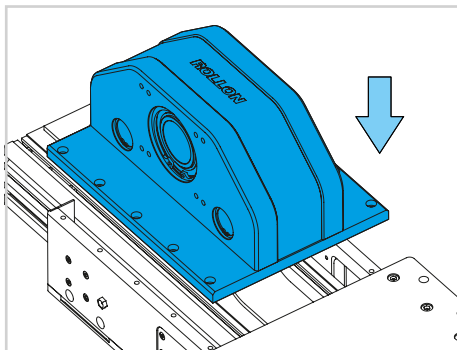

Fig. 16
- 9) Riassemblare la piastra della testata motrice (vedi Fig. 16).